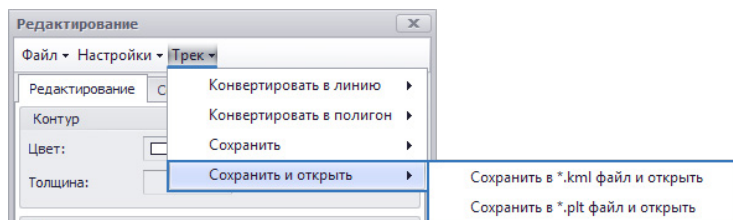

Рис.116. Сохранить и открыть трек.
- команды в разделе «Сохранить и открыть» позволяют экспортировать трек в форматы .kml и .plt и открыть его после сохранения (Рис.116). Для открытия трека на компьютере должна быть установлена соответствующая программа: для открытия формата .kml – программа Google Earth, для открытия формата .plt – программа OziExplorer.